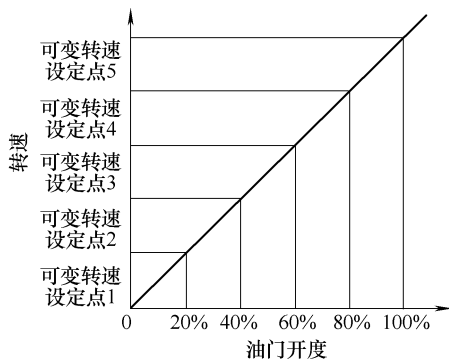

图 2-5 可变转速设定点与油门开度关系
(3) 驾驶员启用/停用
① 使用中间转速控制开关转速设定值：利用 OEM 中间转速控制开关或 OEM 安装的同等设备，驾驶员可利用中间转速控制转速设定值运转发动机。启用中间转速控制可能会使加速踏板输入失效。
② 利用中间转速控制可变转速设定点：驾驶员可以利用中间转速控制可变转速运转发动机，利用加速踏板或 OEM 开关同等设备选择中间转速控制可变转速。该设备包括 1 个可以向 ECM 发送可变信号的电位计。根据电位计的输出信号，发动机将以 5 个中间转速控制的可变转速中的一个设定值运转，图 2-5 所示为可变转速设定点与油门开度的关系，建议 5 个转速设定值全部选用，并且速度由小到大依次添加，当驾驶员加大手动油门时，发动机转速就可以随之相应增加。